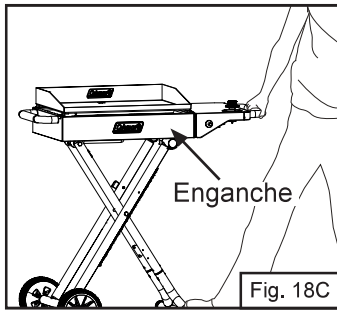

Fig. 18C
3. Bloquee la parte superior del aparato en los ganchos de las patas como se muestra (Fig. 18C).